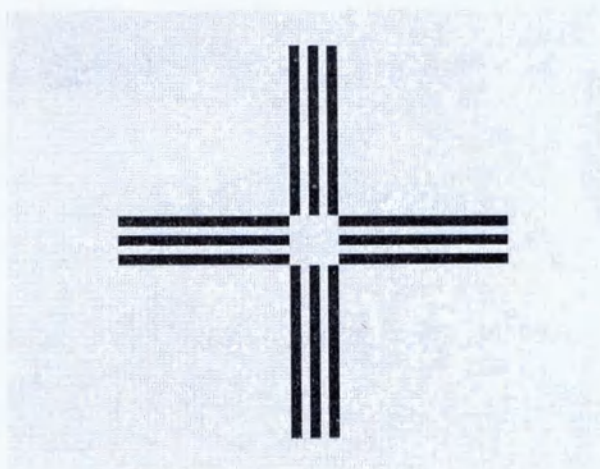

Рисунок 14
6.8.5 Пациент должен выбрать расстояние, на котором должна быть установлена диаграмма, после чего он должен выбрать сетку поперечного цилиндра на диаграмме ближайшей точки ясного зрения (рисунок 14).